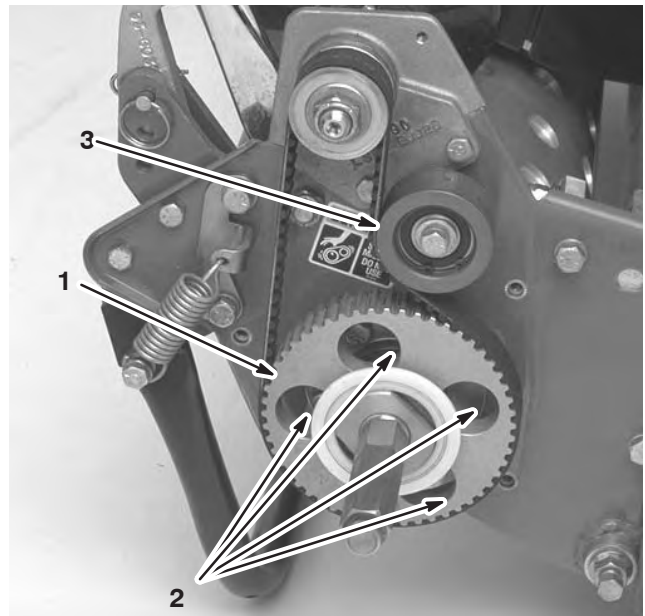

Bild 9
7. Drehen Sie die Antriebsscheibe, bis die Löcher mit den vier Bundscheiben des Walzenlagers ausgerichtet sind (Bild 9).
11. Stellen Sie die Riemenspannung ein, und ziehen Sie die Befestigungsschraube der Spannscheibe an (Bild 9).